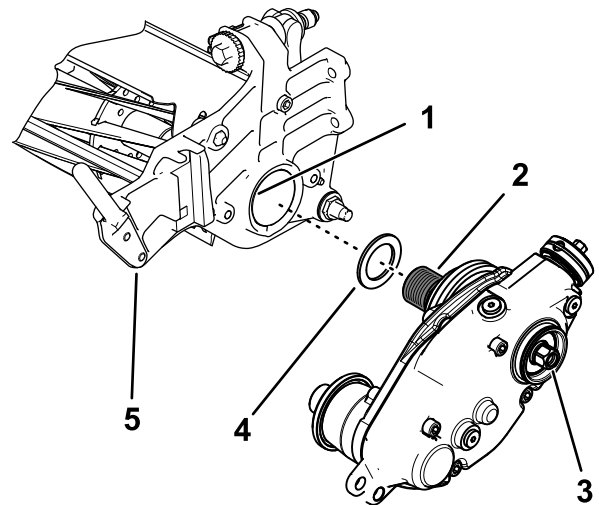

Bild 7
2. Führen Sie die Beilagscheibe über das Gewinde des Spindeladapters (Bild 7).
4. Befestigen Sie den Groomerantrieb an der Spindelwelle (Bild 7).
6. Während Sie die Spindel festhalten, ziehen Sie die Sechskantschraube der Antriebswelle auf ein Drehmoment von 135 bis 150 Nm fest; siehe Bild 7.